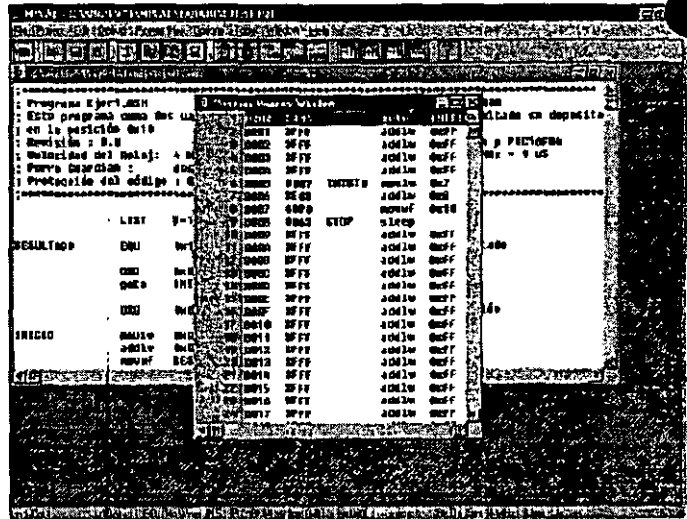

Figura 22.- Pantalla de la ventana de Memoria de programa.
1.1.- Program Memory : Al seleccionar esta opción aparece la pantalla de la Figura 22 en la que se puede apreciar las posiciones de memoria que ocupa cada una de las instrucciones, el código de operación de cada instrucción y la posición de memoria que se le ha dado a cada etiqueta.